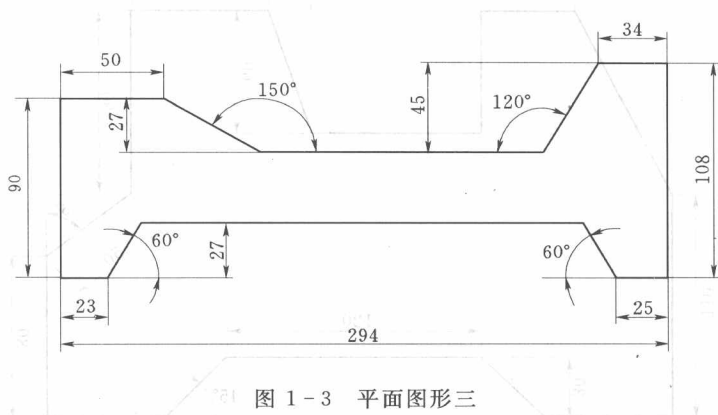

图 1-3 平面图形三
实训任务三：绘制图 1-3 所示平面图形。
- (1) 启用“直线”命令完成绘图,最好不用作图辅助线,需反复训练,达到熟练作图,绘图时间不超过 10 分钟。
- (2) 按图 1-3 所示样式进行尺寸标注,熟练标注时间不超过 5 分钟。